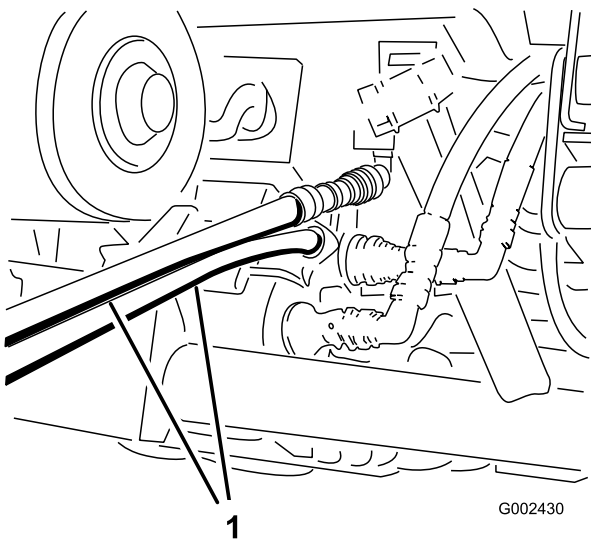

**Figure 85**
3. Sur le véhicule en panne, branchez les 2 flexibles de dépannage aux flexibles débranchés (Figure 85).